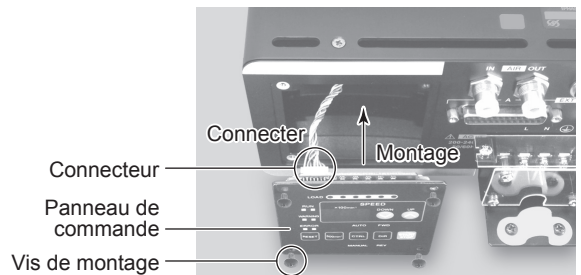

Fig. 22
- (3) Connectez le connecteur situé à l'intérieur du BOÎTIER DE CONTRÔLE au connecteur situé à l'arrière du panneau de commande. (Fig. 22).
(4) Rattachez le panneau de commande en utilisant les 4 vis de montage (Fig. 22).